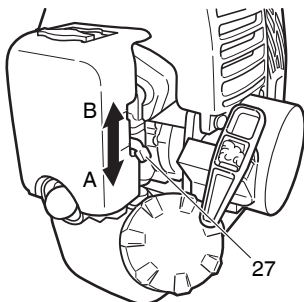

Fig. 24
2. Réglez le starter (27) sur la position FERMÉE (A). (Fig. 24)